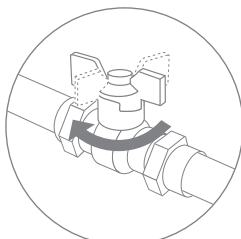

Рис. 3
2. Перекройте подачу холодной воды к месту подключения (рис. 3) и сбросьте давление воды в системе водопровода, открыв вентиль смесителя.